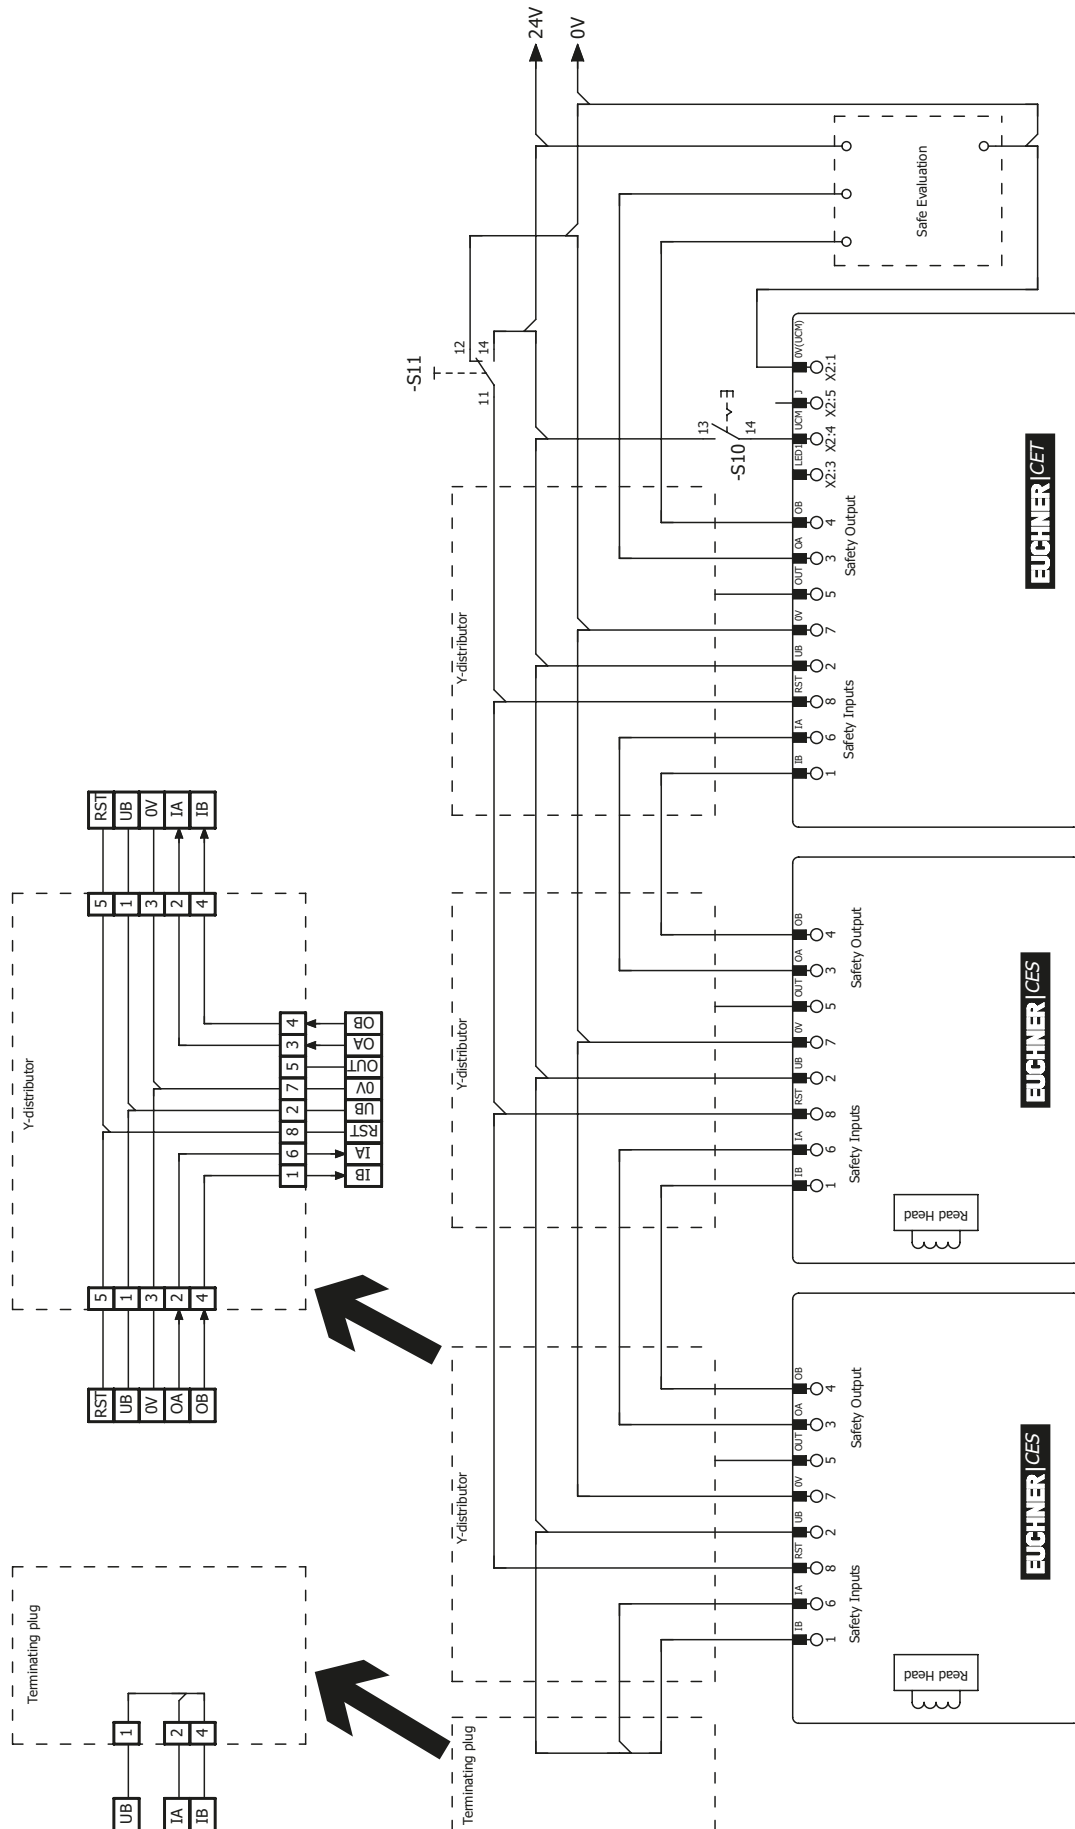

图14: 在CES-AR开关链中工作的接配线示例
- ▶ 使用具有反馈回路/启动按钮的CET-AR时, 该开关必须处于开关链的最后一个位置上 (请参见第34页的图14)。
- ▶ 开关链中的所有开关都必须使用共同的信号。这可以是转换开关或控制系统的输出。不宜使用按钮, 因为工作时复位必须始终连接到GND (请参见第34页的图14中的开关S11)。
通常，应在断电状态下执行接线工作（例如在更换设备时）。某些特定系统则需在运行过程中执行接线和后续初始化。为此，必须按第34页的图14所示连接RST输入。